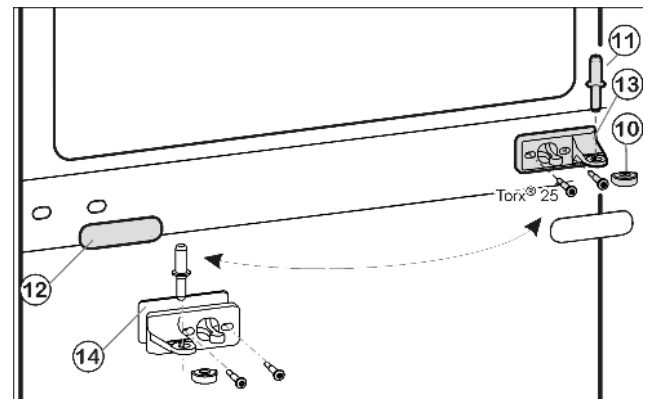
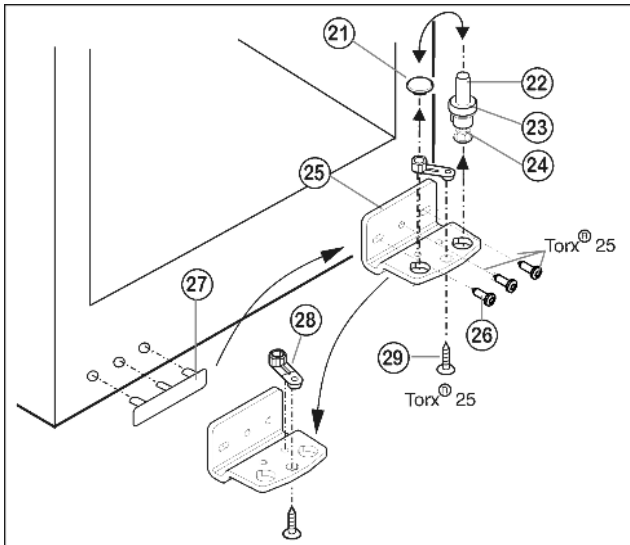

Fig. 5
Fig. 6
- Retirer le pivot central Fig. 5 (11) de sa charnière et de la porte inférieure.
- Retirer le capuchon en plastique Fig. 5 (10).
- Dévisser le support d'appui du milieu Fig. 5 (13) (2 Torx® 25).
- Retirer avec précaution le panneau-cache Fig. 5 (12).
- Visser le support d'appui du milieu Fig. 5 (13) avec le support pivoté Fig. 5 (14) de 180° sur le nouveau côté charnière (avec 4 Nm).
- ▶ Encliqueter de nouveau le panneau-cache Fig. 5 (12) tourné de 180° sur le nouveau côté poignée.
- ▶ Dévisser le pivot Fig. 6 (22) complètement avec le disque Fig. 6 (23) et le pied réglable Fig. 6 (24) vers le haut.
- ▶ Enlever le bouchon Fig. 6 (21).
- ▶ Dévisser Fig. 6 (26) le support d'appui Fig. 6 (25).
- ▶ Dévisser l'élément pivotant Fig. 6 (28) et le permuter dans le trou opposé du support d'appui.
- ▶ Soulever le cache côté poignée Fig. 6 (27) avec précaution et le positionner sur le côté opposé.
- ▶ Revisser à fond le support d'appui Fig. 6 (25) sur le nouveau côté charnière en utilisant une visseuse sans fil si nécessaire, avec un couple de serrage de 4 Nm.
- ▶ Replacer le bouchon Fig. 6 (21) dans l'autre trou.
- ▶ Replacer le pivot Fig. 6 (22) complètement avec le disque et le pied réglable. Faire attention à ce que les ergots d'encliquetage soient tournés vers l'arrière.
- ▶ Placer la porte supérieure par le haut sur le pivot inférieur Fig. 6 (22).
- ▶ Remettre le capuchon en plastique Fig. 5 (10) sur le support d'appui central Fig. 5 (13).
- ▶ Placer le pivot du milieu Fig. 5 (11) sur le nouveau côté charnière à travers le support d'appui central Fig. 5 (13) dans la porte inférieure.
- ▶ Placer la porte supérieure sur le pivot du milieu Fig. 5 (11).
- ▶ Aligner éventuellement les portes à la carrosserie grâce aux deux trous longitudinaux dans le support d'appui inférieur Fig. 6 (25) et le support d'appui central Fig. 5 (13). Pour cela, dévisser la vis centrale du support d'appui inférieur Fig. 6 (25).